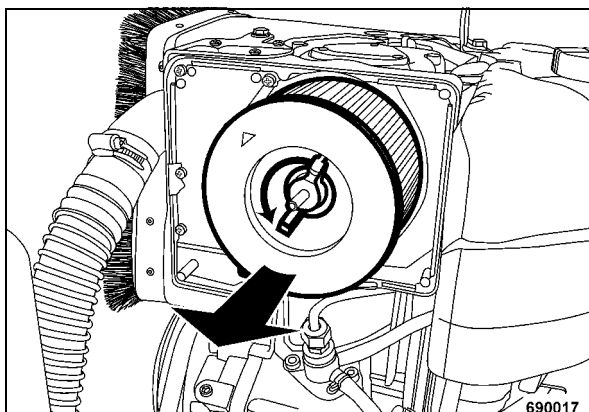

рис. 40
- Отвинтить гайку-барашка и вынуть фильтрующий элемент (рис. 40).